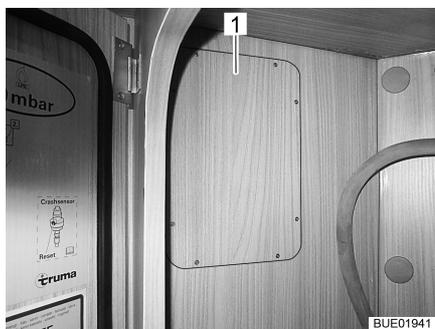

Bild 82 Zugang zu Rückleuchten, links (600)
- Abdeckung (Bild 82,1) abnehmen. Die Abdeckung ist mit Kreuzschlitzschrauben befestigt. Die Abdeckung befindet sich im Gaskasten.